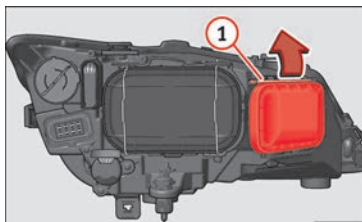

Fig. 107 Lámpara de luz de carretera.
- Desplace el tirante » fig. 107 (1) en el sentido de la flecha y saque la tapa.